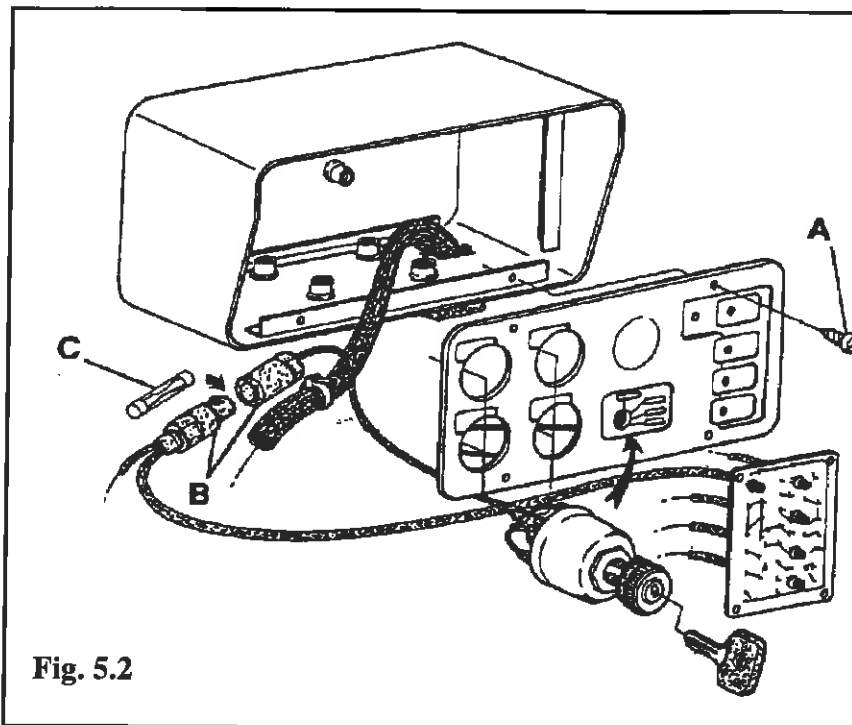

Fig. 5.2
2. Åbne sikringsholderen (fig. 5.2, pos. B)
3. Udskifte 16A sikringen (fig. 5.2, pos. C)